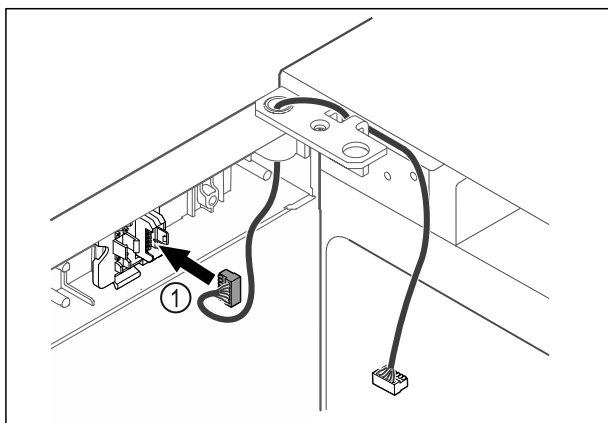

Fig. 44
- ▶ Pistke pistik Fig. 44 (1) pistikuhoidikusse.